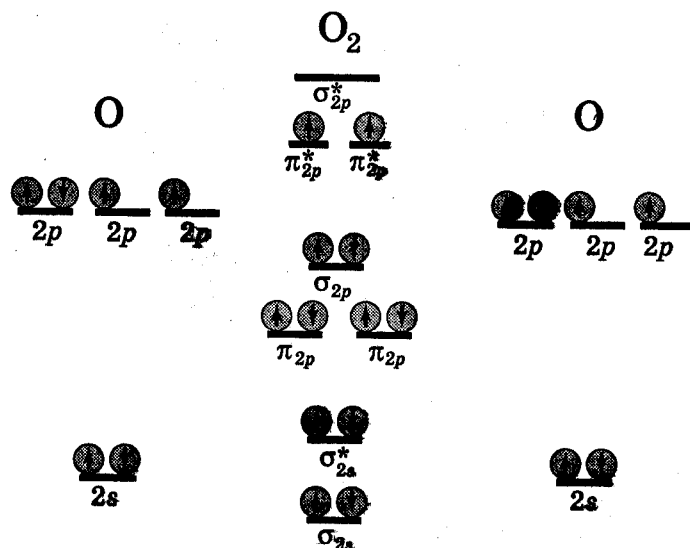

Рис. 3.12.
- 3) правило Хунда — на орбиталях с одинаковой энергией электроны стремятся расположиться так, чтобы суммарный спин был максимальным (рис. 3.12).